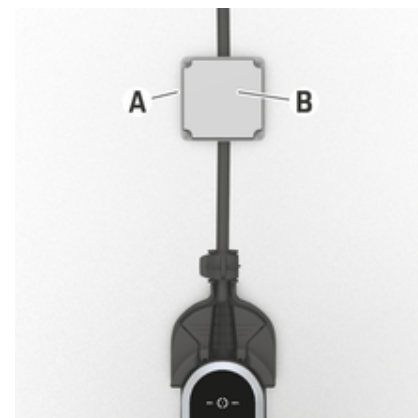

图 18 带盖的固定连接盒
11. 使用盖子 B（图 18）封闭固定连接盒 A（图 18），以避免错误操作。